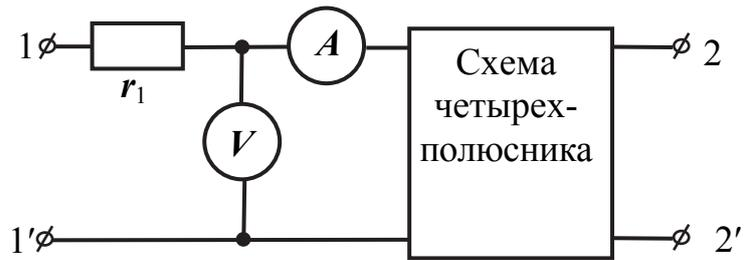

Рис. 16.2
2. Провести опыт холостого хода со стороны входных зажимов в соответствии с рис. 16.2, т.е. зажимы 2 – 2' разомкнуты. При помощи виртуальных приборов измерить напряжение и ток на входе цепи, а также сдвиг фаз между током  $I_{1X}$  в неразветвленной части цепи и входным напряжением  $U_{1X}$ .